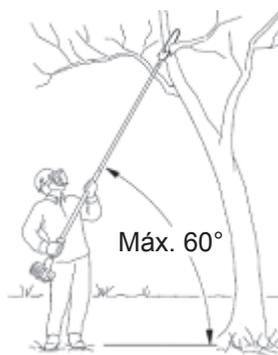

Fig. 28
3. Segure sempre o produto num ângulo não superior a 60° em relação ao nível horizontal. Caso contrário, não é possível uma utilização segura (Fig. 28).